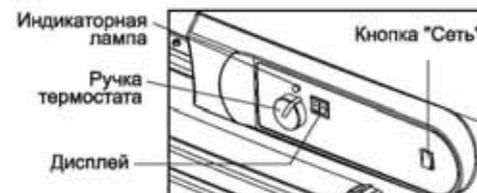

Рис. 13. Снятие верхнего кожуха
- Открутите 4 винта вдоль каждой стороны нагревателя. Эти винты скрепляют нижнюю и верхнюю части нагревателя. (Рис.13).
- Снимите верхнюю крышку (рис.13)